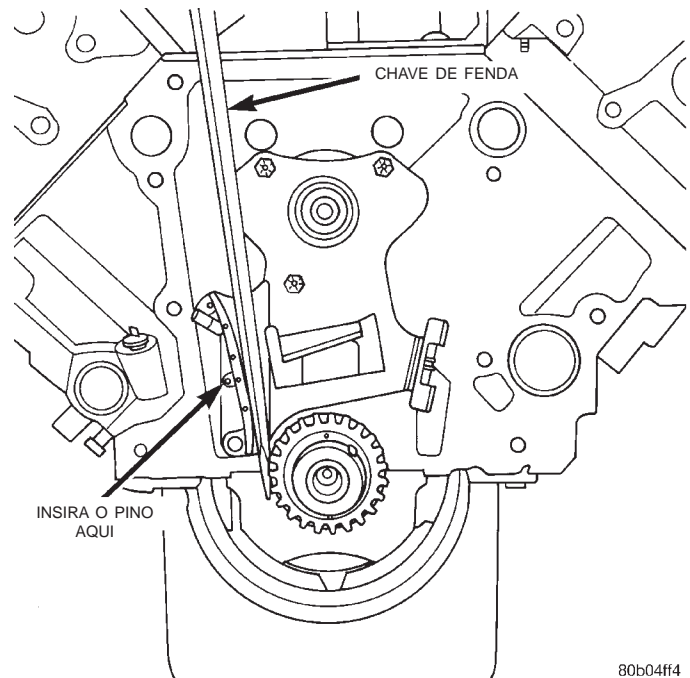
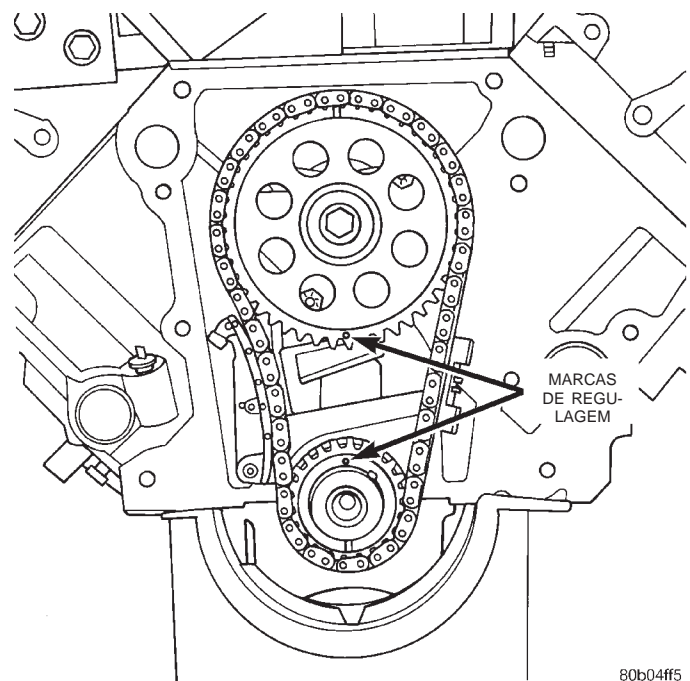

Fig. 42 Compressão do Tensionador Para Instalação da Corrente
Fig. 43 Alinhamento das Marcas de Regulagem
(1) Desconecte o cabo negativo da bateria.
(2) Drene o sistema de arrefecimento. (Consulte o Grupo 7, “Sistema de Arrefecimento para obter o procedimento correto”.
(3) Remova a tampa da corrente de distribuição. Consulte o procedimento descrito neste grupo.
(4) Gire o eixo de manivelas para alinhar as marcas de regulagem (Fig. 43) para o TDC N°1.
(5) Remova o parafuso de fixação da roda dentada do eixo de comando das válvulas e remova a corrente de distribuição com as rodas dentadas do eixo de manivelas e do eixo de comando das válvulas.
(6) Deslize a roda dentada do eixo de manivelas no eixo e comprima a sapata do tensionador, colocando uma chave de fenda grande entre a roda dentada do eixo de manivelas e a sapata do tensionador (Fig. 42). Comprima a sapata até que o orifício na sapata fique alinhado com o orifício do suporte. Deslize um pino adequado nos orifícios (Fig. 42) e remova a chave de fenda.
(7) Se o conjunto do tensionador tiver de ser substituído, remova os três tensionadores dos parafusos do bloco e remova o conjunto do tensionador.
(4) Levante as rodas dentadas e a corrente (mantenha as rodas dentadas apertadas contra a corrente na posição adequada, conforme descrito).
(5) Deslize ambas as rodas dentadas igualmente sobre seus respectivos eixos e verifique o alinhamento das marcas de regulagem (Fig. 43) com uma régua sem graduação, se houver necessidade.